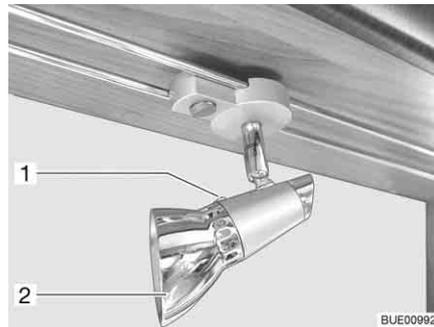

Fig. 221 Foco halógeno (desplazable)
- Soltar el tornillo de fijación (Fig. 221,1).
- Retirar la pantalla de lámpara (Fig. 221,2).